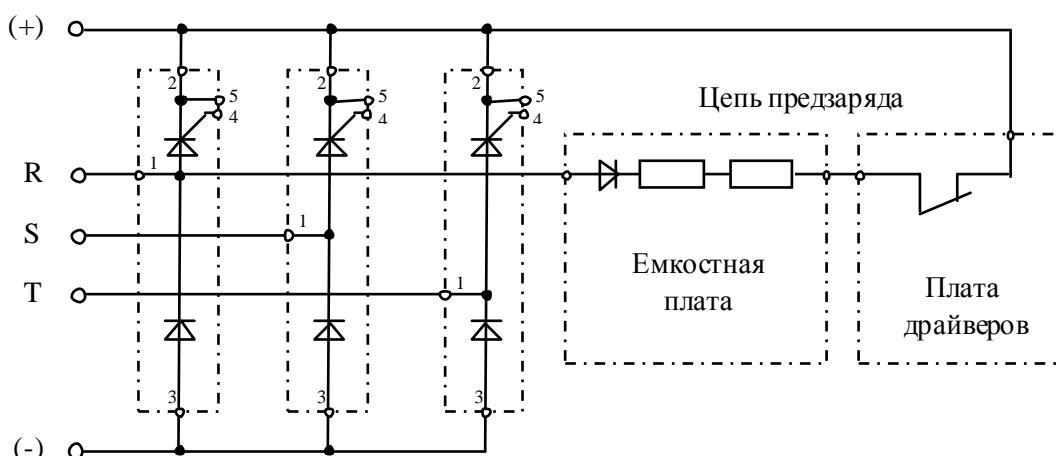

Рис.4.5
- 4.7.2. Электрическая принципиальная схема входных диодно-тиристорных модулей приведена на рис.4.5. (на схеме также показаны внешние силовые клеммы ПЧ и цепь предзаряда).
4.8.2. Если показания прибора отличаются от указанных в п. 4.8.1 цепь предзаряда считается неисправной и подлежит замене (цепь предзаряда конструктивно расположена на емкостной плате, рис. 4.5).